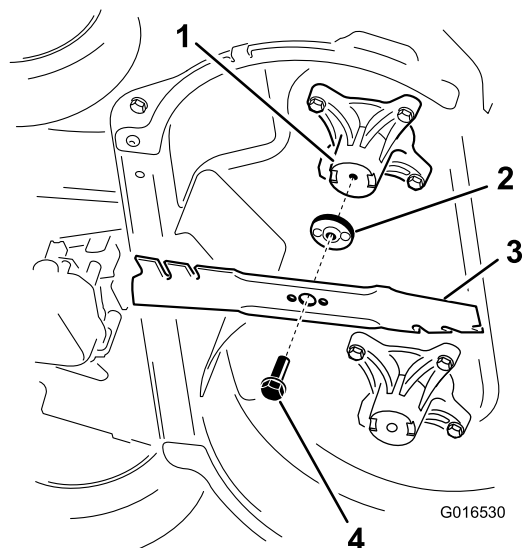

Figura 41
1. Instale la primera cuchilla en posición horizontal, junto con todos los herrajes de montaje, según se muestra en Figura 41.
2. Retire cada cuchilla, según se muestra en Figura 41.